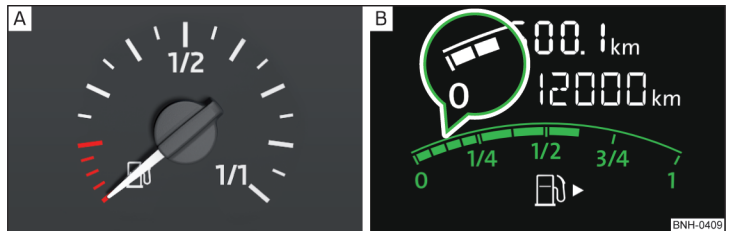

Abb. 24 Kraftstoffvorratsanzeige
**Kraftstoffvorratsanzeigearten** » Abb. 24
Der Reservereich wird durch den roten Skalabereich » Abb. 24 - **A** bzw. durch die Anzeige der nur beiden letzten Skalasegmente » Abb. 24 - **B** in der Lupe gekennzeichnet.